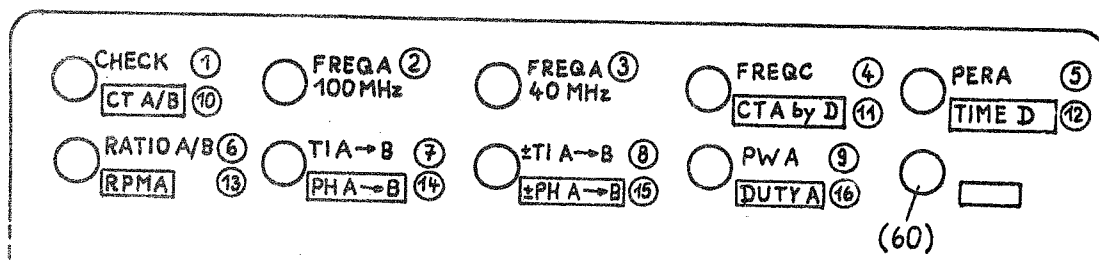

Bild 9: Anzeige der Betriebsart
Das Einstellen bzw. Aendern der Betriebsart erfolgt durch die Tasten FUNCTION \triangleright (49) und FUNCTION \triangleleft (48). Bei Betaetigung von Taste FUNCTION \triangleright (49) schaltet die Betriebsart einen Schritt weiter, und zwar in aufsteigender Richtung der in Bild 9 fuer jede Betriebsart eingetragenen Ziffern. Taste FUNCTION \triangleleft (48) bewirkt ein Weiterschalten in die entgegengesetzte Richtung.